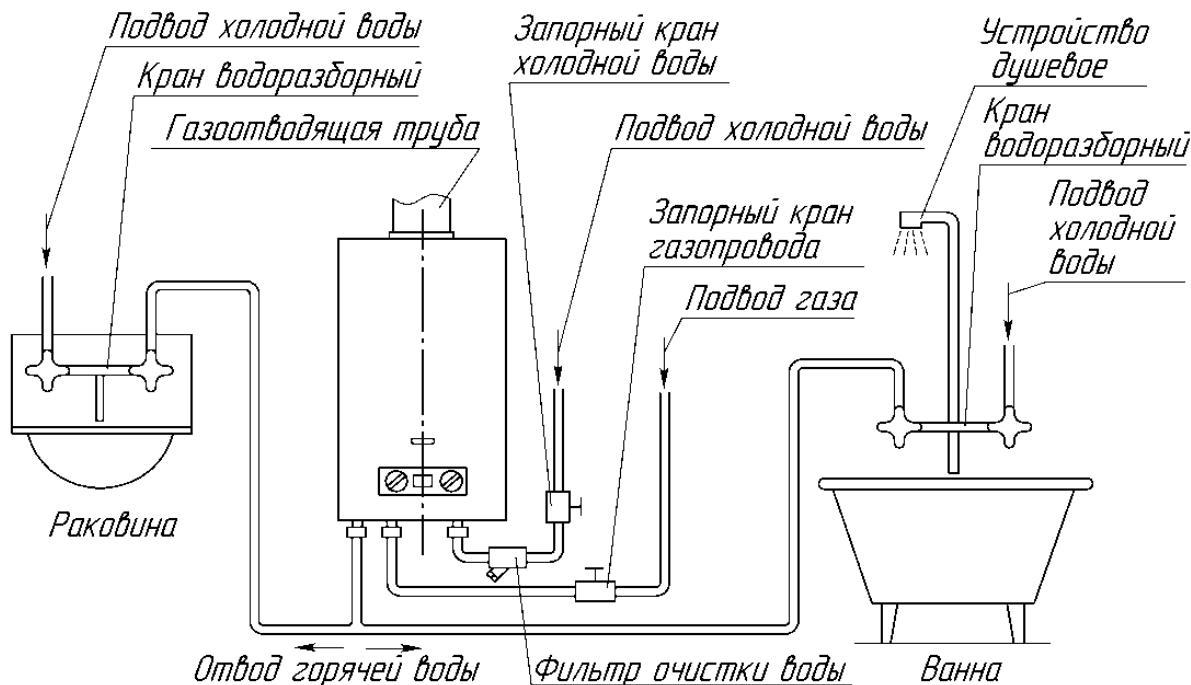

Рисунок 4. Схема установки аппарата
7.1.8. Схема установки (подключения) аппарата приведена на рис. 4. Рекомендуется сначала подключить аппарат к водопроводной сети, заполнить систему аппарата водой и затем подключить его к газовой сети.
7.3.1. Для увеличения срока службы аппарата и улучшения его эксплуатационных характеристик рекомендуется устанавливать перед аппаратом фильтр очистки воды (рис. 4).
7.3.2. Для облегчения последующего технического обслуживания необходимо установить перед аппаратом запорный кран на трубопроводе подвода холодной воды (рис. 4). Запорный кран должен быть легко доступен.